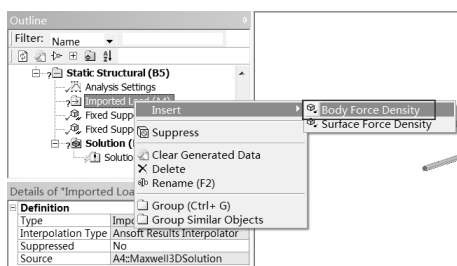

图 19-49 映射力密度
Step2：映射力密度到结构网格上。右击 Static Structural (B5) 下面的 Imported Load 命令，在弹出的如图 19-49 所示的快捷菜单中选择 Insert Body Force Density 命令。